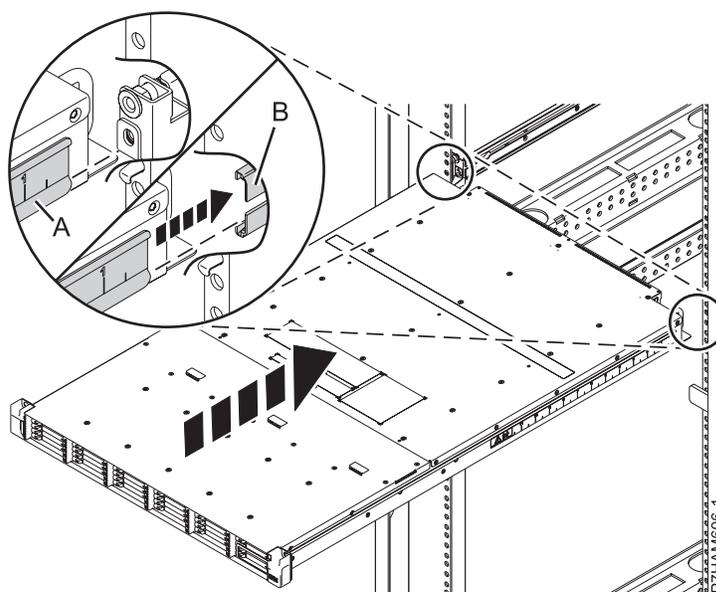

Figura 13. Ajustar el alojamiento en la funda del riel
- c. En un lateral del alojamiento, inserte la guía de piezas de sujeción del chasis (A) en la abertura de la funda del riel (B), como se muestra en la Figura 13.